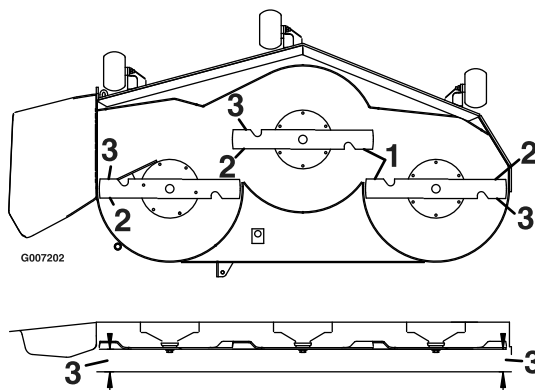

Figure 64
4. Mesurez la distance entre les tranchants extérieurs et le sol plat (Figure 64). Si les deux mesures diffèrent de plus de 5 mm, un réglage s'impose. Poursuivez la procédure de mise à niveau.